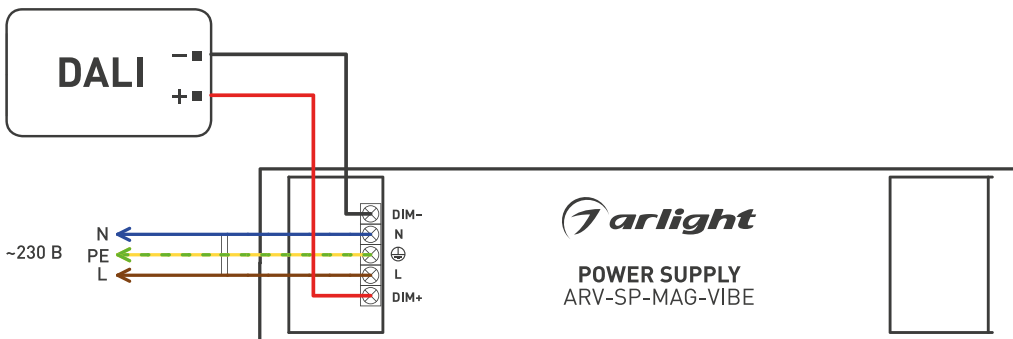

Рис. 1. Схема подключения источника питания.
- 3.4. Подключите провода от шины DALI к выводам DIM+, DIM- (рис. 1). Если управление DALI не предусматривается, подключение к клеммным колодкам не требуется.